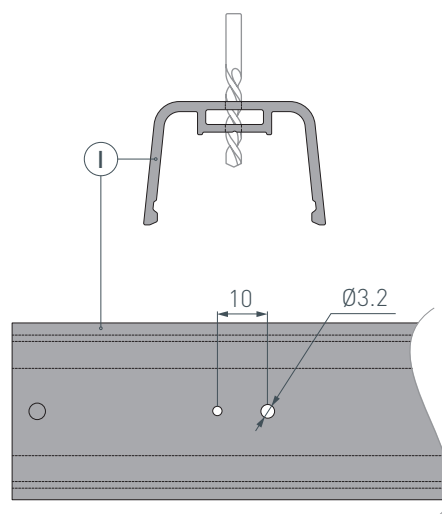

Рис. 4. Подготовка отверстия для вывода кабеля питания для светодиодной ленты (IV). Вид сверху
- 3** / На расстоянии 10 мм от отверстия для установки троса подвеса (V) просверлите сквозное отверстие Ø3.2 для вывода кабеля питания светодиодной ленты (IV), как показано на рис. 4.